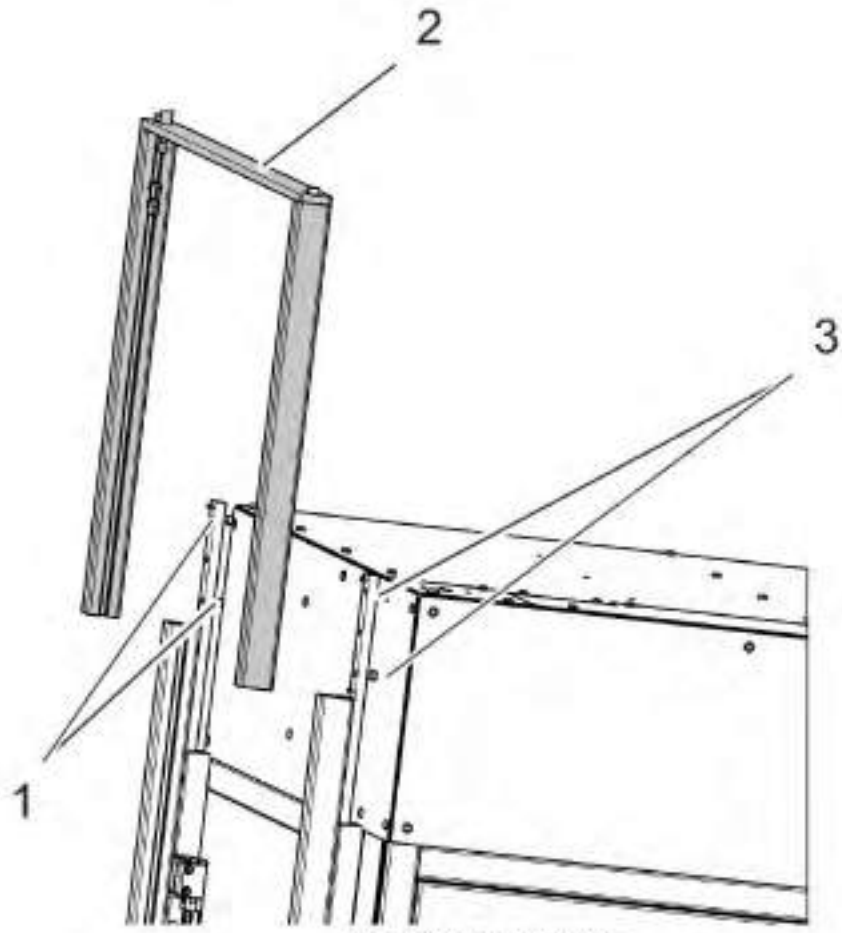

Abb. 6-1: Rahmen Hubtür
- 1 Lösen Sie die Schrauben (Pos. 1 und 3 in Abb. 6-1: "Rahmen Hubtür") aber entnehmen Sie sie nicht
- 2 Nehmen Sie den oberen Teil des Rahmens (Pos. 2 in Abb. 6-1: "Rahmen Hubtür") ab
- 1 Bringen Sie den Rahmen (Pos. 2 in Abb. 6-1: "Rahmen Hubtür") in die richtige Position und befestigen Sie ihn mit den Schrauben (Pos. 1, 3 in Abb. 6-1: "Rahmen Hubtür").